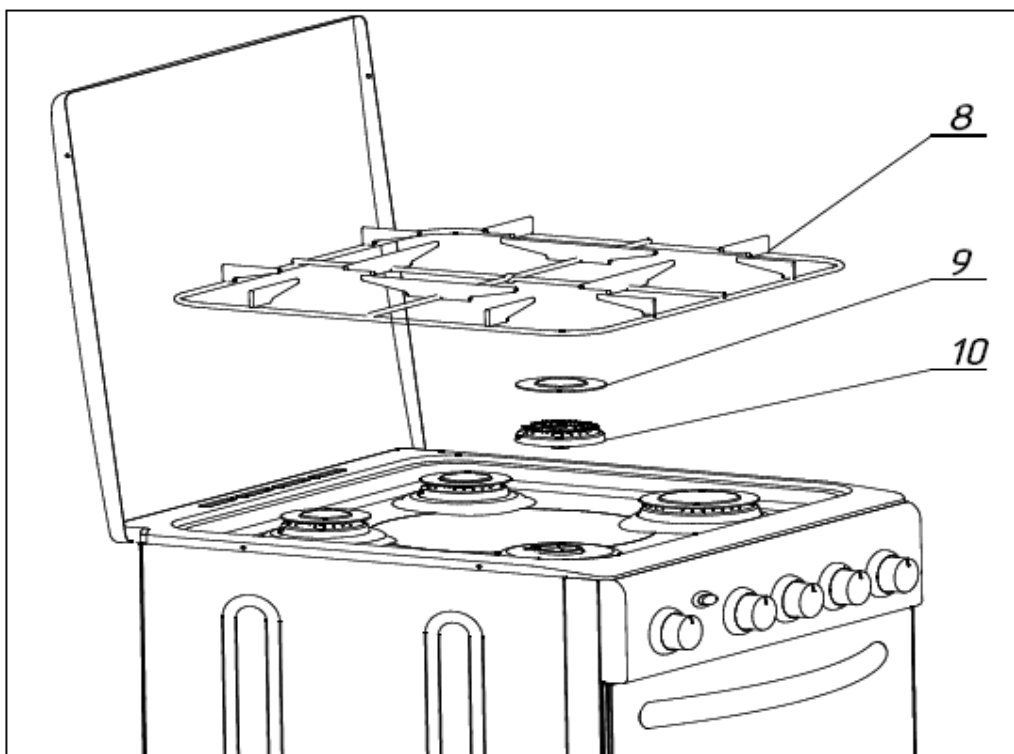
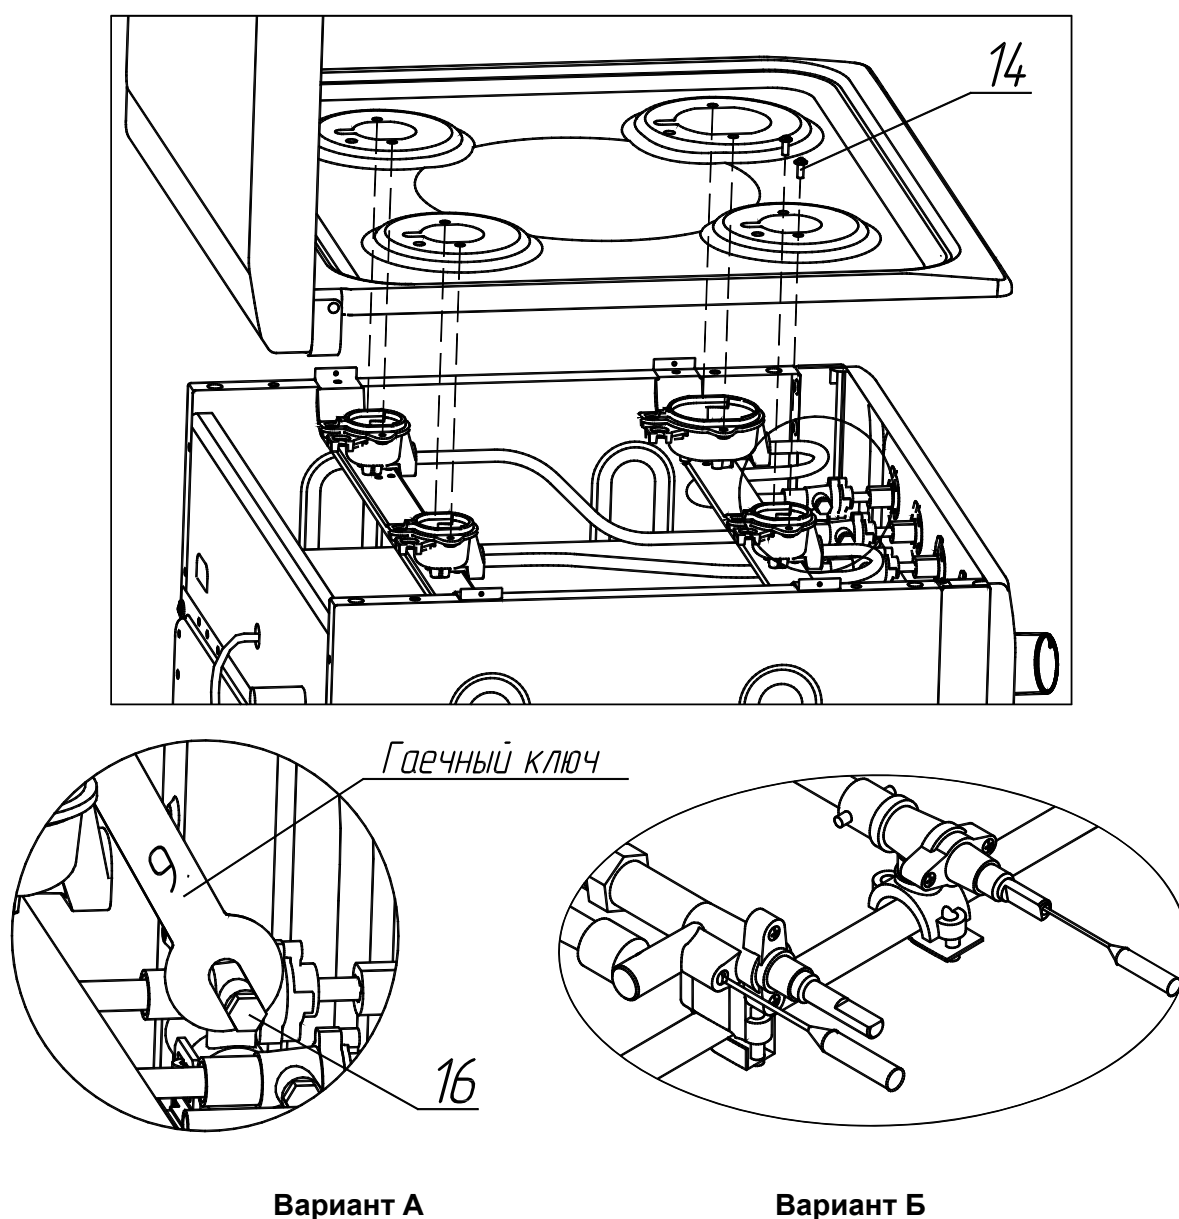

Рисунок 3 – Подготовка плиты к замене сопла.
Рисунок 6 – Замена и регулировка винтов малого пламени.
4.2.3 Замена и регулировка винта малого пламени на кранах горелок стола и духовки (рисунок 6).
– снять решётку (8) с поддона плиты, а также крышки горелок (9) и вынуть насадки (10) (см. рис. 3);
– отвинтить винты (14) – 8 шт. и снять поддон с крышкой с плиты;
– гаечным ключом (рисунок 6, вариант А) (зев ключа 9 мм) отвинтить винты малого пламени (16) с кранов и заменить их ВМП для нового типа газа (см. табл. 2 «Характеристики горелок, сопел и ВМП»);
Для регулирования ВМП (рисунок 6, вариант Б), в кранах, имеющих отверстие в валу крана, необходимо перевести ручку крана в положение «малое пламя», снять рукоятку и отверткой, вставленной в шлиц ВМП через отверстие в валу, удерживая вал от поворота и вращая ВМП, в направлении закручивания, добиться минимального, но устойчивого пламени горелки (длина пламени должна составлять 4...6 мм). Правильность настройки проверяется быстрым поворотом ручки крана из положения «максимальное пламя» в положение «малое пламя». Пламя при этом не должно гаснуть.